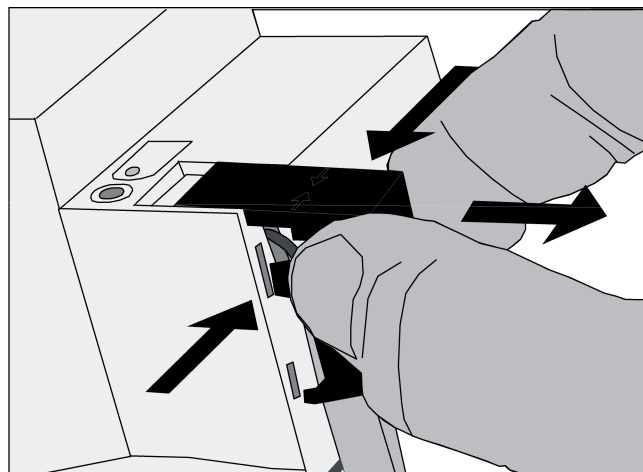

Bild 6: Abdeckkappe entfernen
- Abdeckkappe seitlich drücken und abziehen (Bild 6).